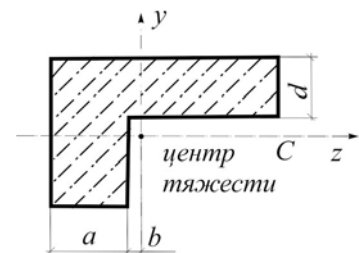

Рис.3.11
**3.11. Вывести формулу центробежного момента инерции относительно осей  $x$ ,  $y$ , проходящих через центр тяжести заштрихованной фигуры (рис.3.11).**